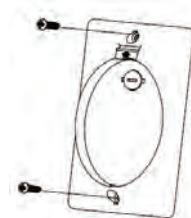

Figura 26
Paso 1. Seleccione una ubicación para instalar el soporte del control remoto, instale el soporte como se muestra. (Figura 26)